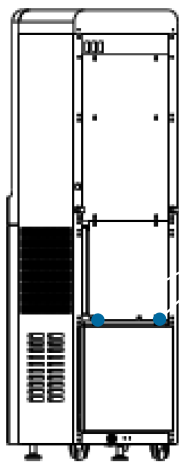

图 6 · 拧下后盖板的螺丝
2. 用螺丝刀或徒手拧下后盖板上的两颗螺丝（图 6）。
2. 用螺丝刀拧下后板上的两颗螺丝（图 6）。